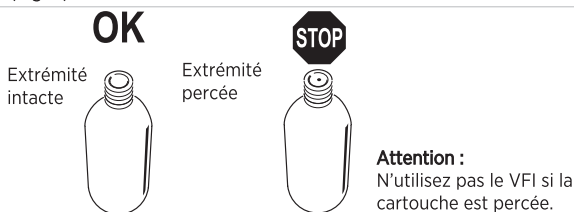

FIGURE 8 INSPECTER LA CARTOUCHE DE CO2
Le gonflage se produira automatiquement en moins de dix secondes après que le système de gonflage soit submergé. La bobine se désintègrera au contact de l'eau, libérant une aiguille actionnée par un ressort, qui percera la cartouche de CO2 (Fig. 8) afin de gonfler le VFI.
9. Inspectez la nouvelle cartouche, Assurez-vous que l'extrémité de la cartouche de CO2 n'a pas été percée. (Fig. 8).
3. Assurez-vous que l'extrémité de la nouvelle cartouche n'est pas percée (Fig. 8).
01. Retirez la bonbonne de CO2 pour empêcher tout gonflage accidentel pouvant endommager votre VFI. Inspectez l'extrémité filetée de la bonbonne pour confirmer qu'elle est neuve (Fig. 8). Si le VFI est en mode automatique (capuchon gris), retirez le capuchon en le dévissant, ainsi que la bobine, sinon elle se désintégrera durant l'immersion.